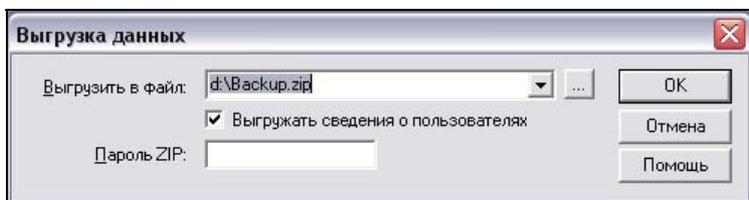

Рис. 5.55. Выгрузка данных
2. Входим в "1С:Предприятие" в режиме **Конфигуратор** и запускаем пункт меню **Администрирование/Выгрузить данные** (рис. 5.55).
6. А там, для того чтобы извлечь данные из архива, нужно войти в "1С:Предприятие" в режиме **Конфигуратор** и запустить пункт меню **Администрирование/Загрузить данные** (на всякий случай, сделайте копию базы, в которую загружаете данные!). Будет выдан диалог, похожий на изображенный на рис. 5.55, но только для загрузки. В поле **Загрузить из файла** нужно указать путь к архивному файлу и нажать **ОК**.